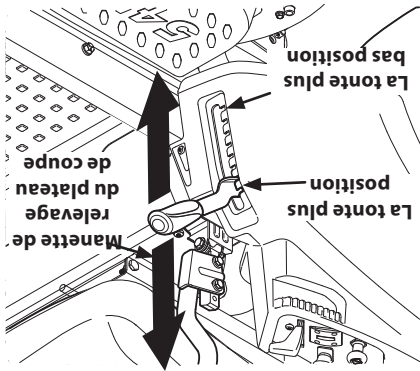

Figure 4-9
- a. Utilisez la manette de relevage du plateau de coupe pour relever celui-ci à la hauteur qui positionne la courroie horizontalement entre les poulies de tension du plateau de coupe et la poulie de la prise de coupe sur la base du moteur. Voir la Figure 4-9.